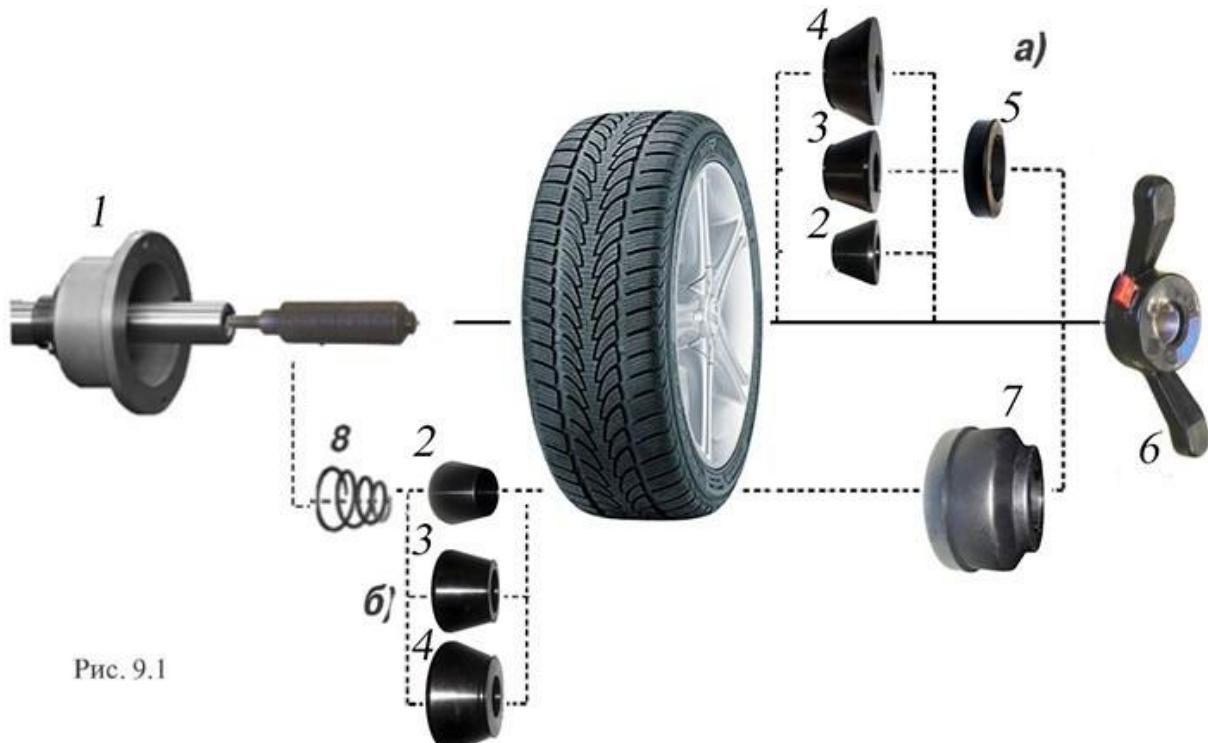

Рис. 9.1
зависимости от конфигурации обода конус может быть установлен как с внешней стороны обода (вариант "а"), так и с внутренней (вариант "б") (см. рис. 9.1)
9.5. СБ оборудован педалью для ускорения установки колеса по (варианту «б») (см. рис. 9.1). Установите колесо на конус, установите быстросъемную гайку, нажмите два раза педаль, удерживая колесо и быстросъемную гайку. Вал СБ начнет вращаться, зажимая колесо, когда колесо будет зажато вращение вала остановится. Окончательно затяните колесо быстросъемной гайкой вручную.